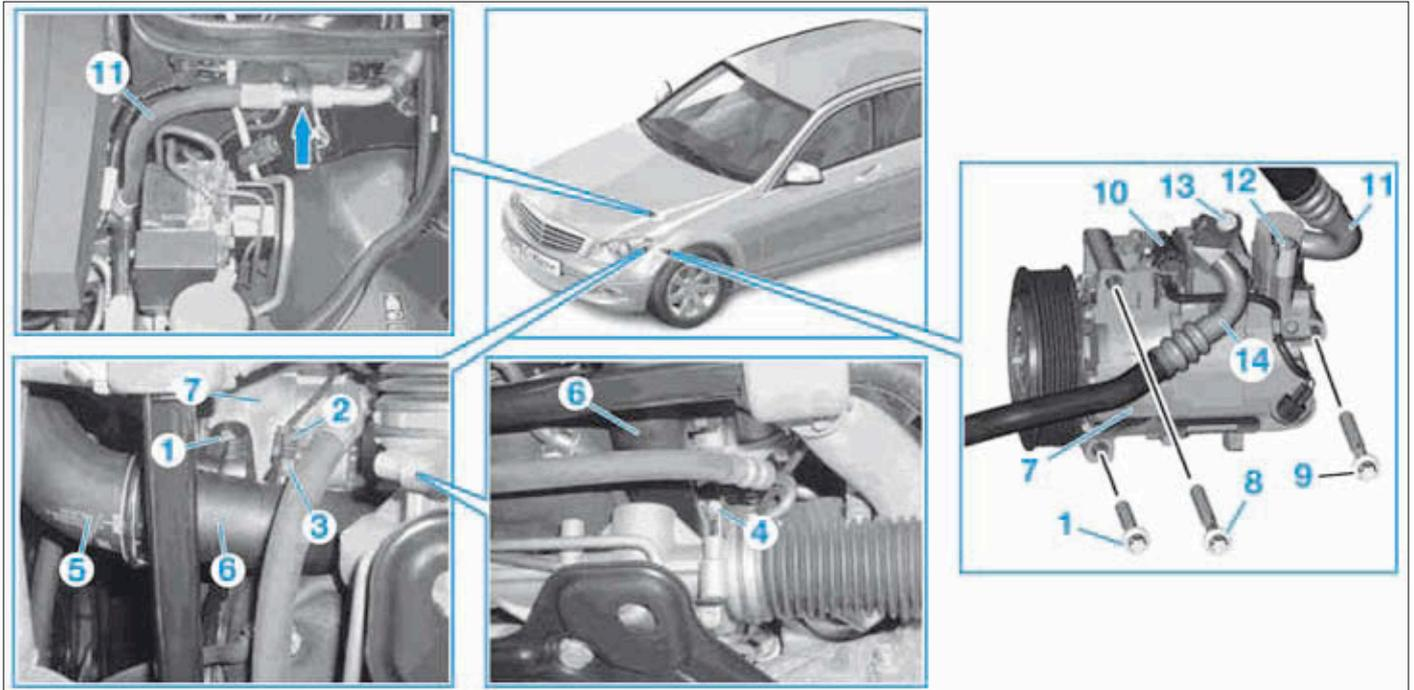

FIG. 4
- Déposer la vis (1) (Fig.4).
- Débrancher le connecteur (2) du capteur de température air de suralimentation (3).
- Déposer la vis (4) et débrancher le flexible d'air (5) de l'échangeur air/air de suralimentation.
- Retirer le flexible d'air (5) avec le canal d'air de suralimentation (6).
- Attacher le compresseur de climatisation (7) afin qu'il ne tombe pas.
- Déposer les vis (8) et (9).
- Débrancher le connecteur (10) du compresseur (7).
- Débrancher la canalisation (11) au niveau de l'agrafe (flèche).
- Déposer la vis (12) puis séparer la canalisation (11) du compresseur.
- Déposer la vis (13) puis séparer la canalisation (14) du compresseur.
- Sortir le compresseur de climatisation (7) par le haut.